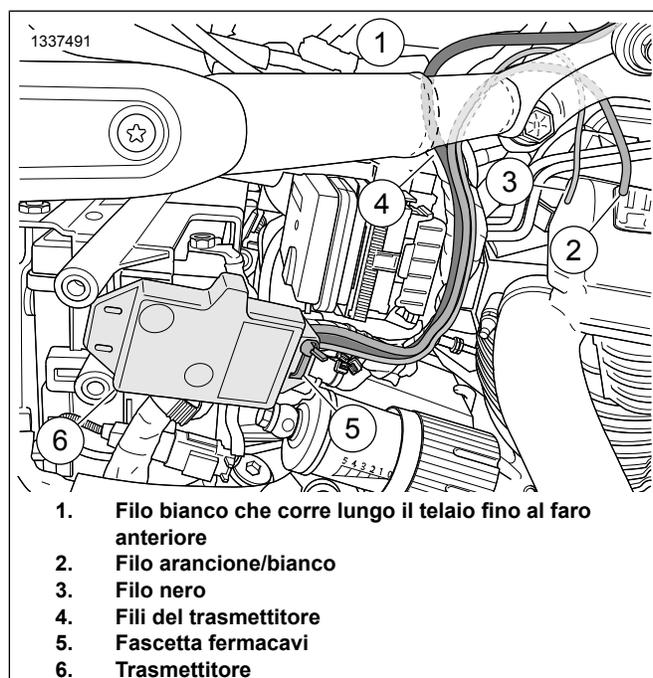

Figura 9. Alloggiamento trasmettitore e disposizione dei fili (Softail dal 2018 in poi)
2. Vedere la figura 9. **Sul trasmettitore:** tagliare il filo arancione/bianco (2) in modo che abbia la stessa lunghezza del filo nero (3). Rimuovere il filo arancione/bianco tagliato dalla guaina.
- a. Collocare il trasmettitore (6) davanti al cablaggio principale, disponendolo in posizione pressoché orizzontale. I fili in uscita dall'involucro del trasmettitore devono trovarsi in alto, e devono essere disposti verso l'interno, verso i componenti del veicolo.
- b. Installare una fascetta fermacavi (5) nella fessura anteriore dell'involucro del trasmettitore.
- d. Serrare la fascetta fermacavi (5).
4. Sistemare i fili del trasmettitore (4) dietro quelli del cablaggio principale. Seguire i fili del cablaggio principale attorno al modulo ABS/HCU e sotto la parte anteriore della sella.